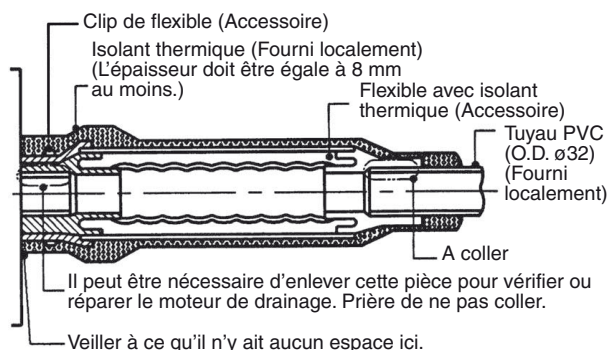

Fig.3-8
- Serrer les colliers flexibles de manière que leurs écrous auto-bloquants soient dirigés vers le haut. (Fig. 3-8)